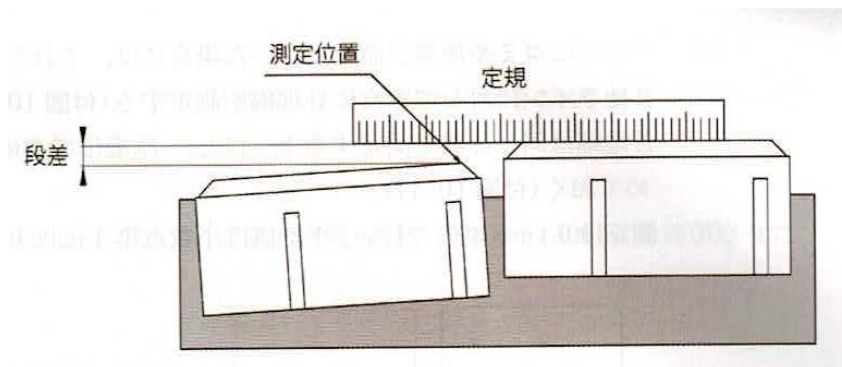

図1 段差測定方法
(1) 測定器具
- ① 2, 2.5, 3mm の限界ゲージ(隙間ゲージ)
- ② 直定規
(2) 測定方法
- ① 現場の目視検査を行い、段差の大きい箇所を調査します。
- ② 高い方の IL ブロックに直定規を当てます。
- ③ 低い IL ブロックと定規との隙間に 2, 2.5, 3mm の限界ゲージが入るか確認を行います(図1)。
- ④ 入った限界ゲージの最大のゲージを段差とします。